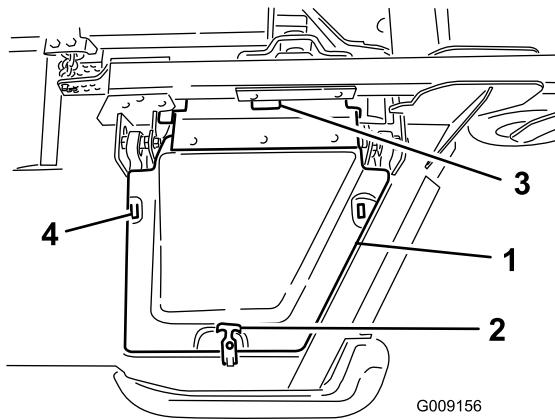

Рисунок 6
8. Установите и закрепите посредством резинового фиксатора крышку винглете деки (Рисунок 6).